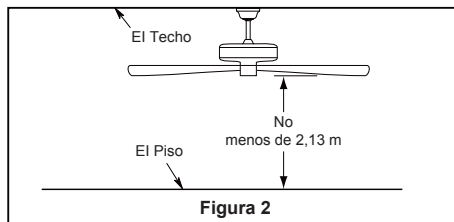

Figura 2
Uso de perfil profundo (Figura 2)
- ☐ 2. Retire los dos tornillos preensamblados y las tuercas de seguridad del soporte de la varilla del ensamble del motor y guárdelos para volverlos a instalar en la **Cómo ensamblar el ventilador de techo**, paso 4. (Figura 2)
- ☐ 2. Retire el clip de horquilla y pasador de horquilla de la parte inferior de la bola para colgar. Retener el pasador y clip para la reinstalación en el paso 4. (Figura 2)
Debe colgar el ventilador a una distancia mínima de 2,13 m desde las aspas hasta el piso. (Figura 2)
- ☐ 2. Coloque y ajuste firmemente la cubierta para el tornillo de la base sobre los tornillos de reborde de la abrazadera para colgar mediante el mecanismo de seguro por giro del chavetero. (Figura 2)
- ☐ 2. Instale la ensamble de la placa de iluminación en el soporte utilizando las dos ranuras principales de conexión. Vuelva a colocar el tornillo retirados previamente y asegure los tres tronillos. (Figura 2)
2. Instale el cadena del tirador del ventilador y cadena del tirador del kit de iluminación. (Figura 2)